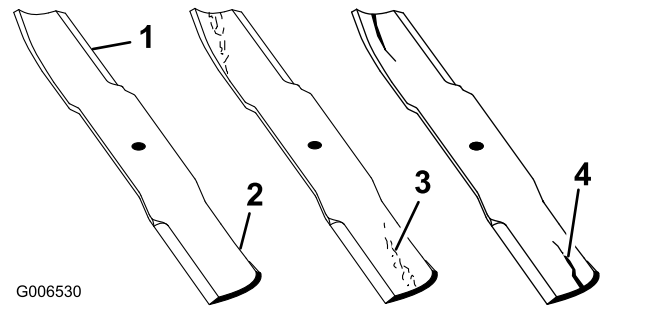

Figura 56
1. Inspectai marginile de tăiere (Figura 56).
4. Dacă observai orice crăpături, urme de uzură sau formarea unei fante în această zonă, instalați imediat o lamă nouă (Figura 56).